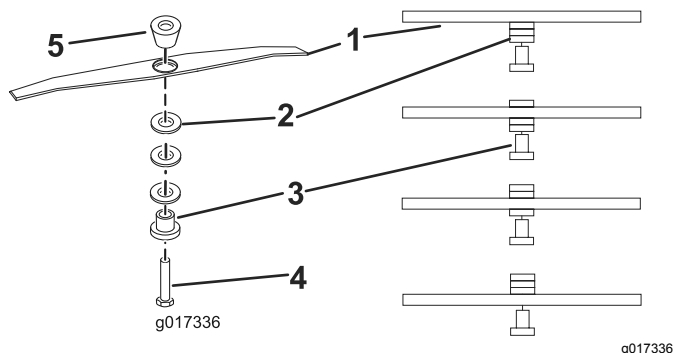

Рисунок 12
6. Установите на место разделители для обеспечения требуемой высоты, установите болт крепления ножа и разделители (Рисунок 12) и затяните болт усилием 25 Нм (18 фунт-футов).